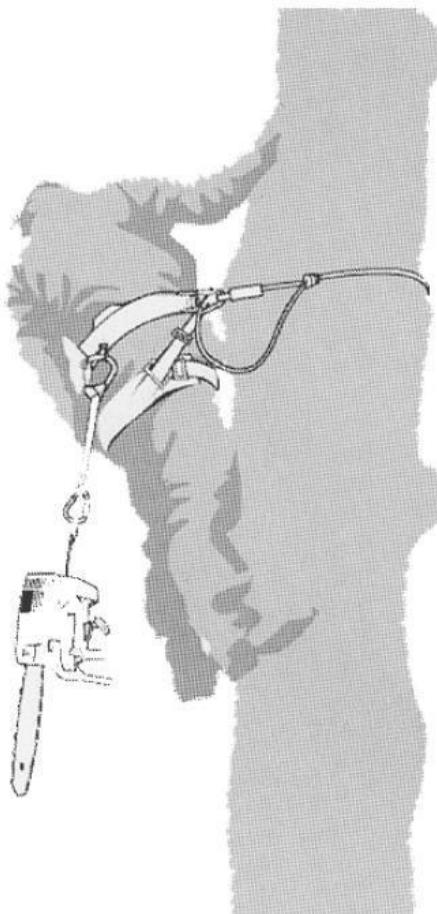

Bild A.2 — Beispiel für die Befestigung einer Kettenäge für die Baumpflege am zentrierten hinteren Mittelpunkt des Tragegurts
Pilarka łańcuchowa powinna być mocowana do uprzęży wyłącznie za pomocą zalecanych elementów zawieszenia (18). Mogą one znajdować się pośrodku (z przodu lub z tyłu) lub po bokach. O ile to możliwe, pilarka łańcuchowa powinna być przymocowana do środkowej tylnej części uprzęży, aby trzymać ją z dala od lin wspinaczkowych i utrzymać ciężar centralnie pod kręgosłupem użytkownika. **Patrz rysunek A.2.**